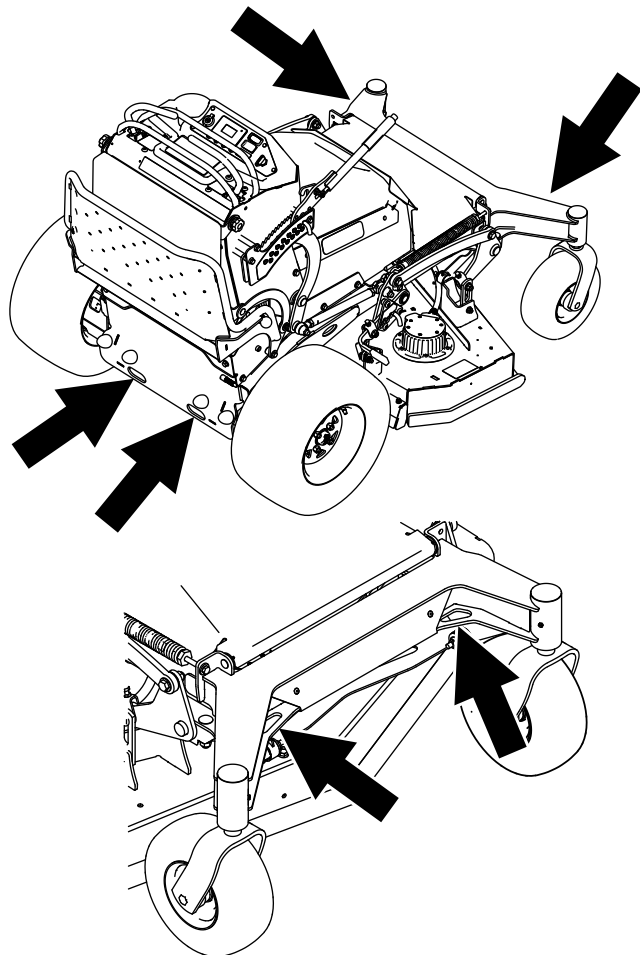

Bild 39
7. Vergurten Sie die Maschine in der Nähe der vorderen Laufräder oder den Löchern im vorderen Rahmen und den Löchern in der hinteren Stoßstange mit Gurten, Ketten, Kabeln oder Seilen (**Bild 39**). Ziehen Sie in Bezug auf Anforderungen für Befestigungen geltende Vorschriften zurate.